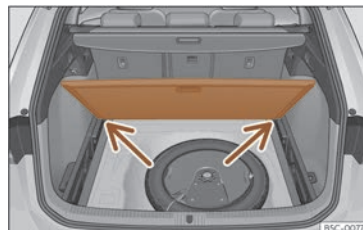

Fig. 124 Piso variable do maleteiro: posición inclinada.
- Apoie o piso sobre os aloxamentos previstos para tal uso»» fig. 124 (frechas).